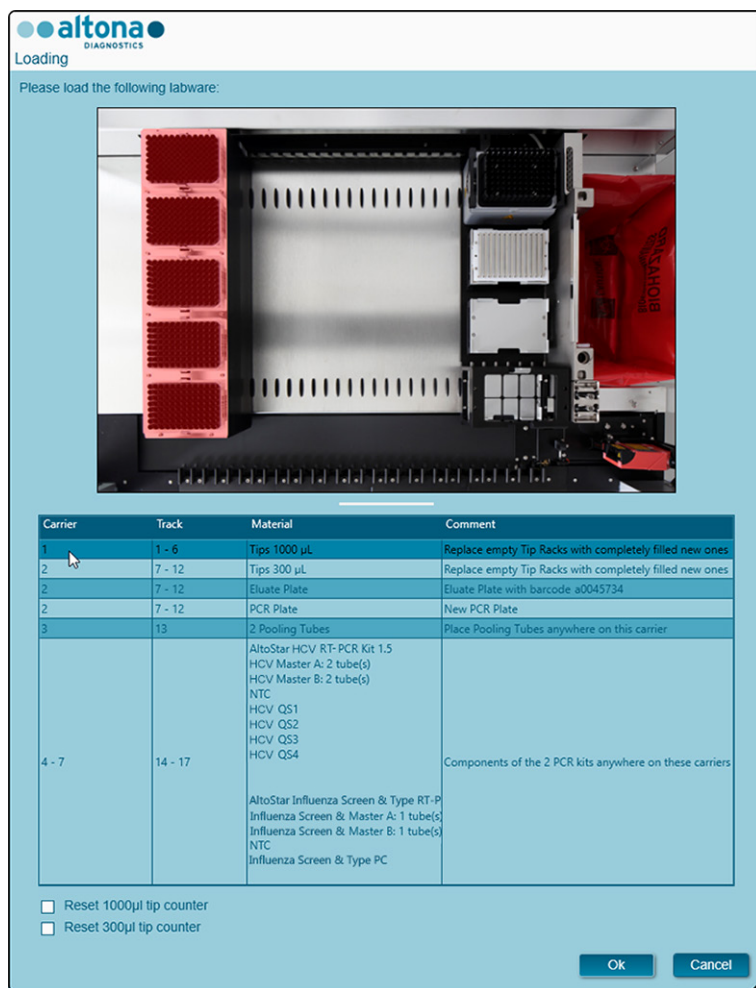

Figura 18: Cuadro de diálogo Loading (carga)
- Haga clic en el botón **Start Run** (iniciar serie) en la barra de herramientas de la pantalla **Start PCR Setup Run** (iniciar serie de configuración de PCR) para mostrar el cuadro de diálogo **Loading** (carga) (consulte la Figura 18).